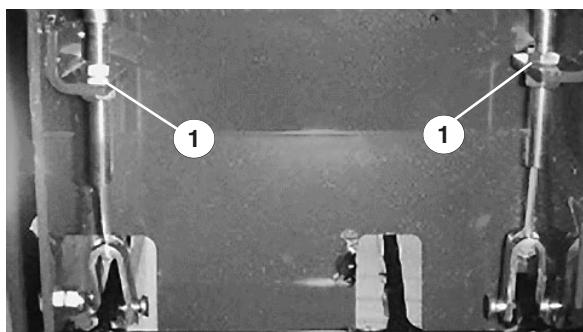

Bild 34
2. Lockern Sie zum Reduzieren des Spiels der Bremspedale die vordere Mutter am Gewindeende des Bremszugs (Bild 34). Ziehen Sie dann die hintere Mutter fest, um den Zug nach hinten zu bewegen, bis die Bremspedale ein Spiel zwischen 13 und 25 mm aufweisen. Ziehen Sie die vordere Mutter fest, wenn die Bremsen einwandfrei eingestellt sind.